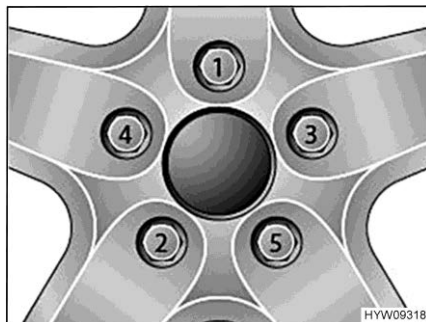

Fig. 232 Serraggio a croce di dadi delle ruote e bulloni delle ruote
- Serrare i dadi delle ruote o i bulloni delle ruote nell'ordine riportato in Fig. 232. A tale scopo, utilizzare una chiave dinamometrica e rispettare la coppia di serraggio indicata (vedi paragrafo 13.5.2).
- Controllare regolarmente il serraggio dei dadi o dei bulloni. Regolare il serraggio dei dadi delle ruote o dei bulloni delle ruote di una ruota sostituita dopo circa 50 km. A tale scopo, procedere seguendo l'ordine indicato in Fig. 232.
- Se si utilizzano cerchioni nuovi o riverniciati, regolare il serraggio dei bulloni o dei dadi dopo altri 1000 - 5000 km. A tale scopo, procedere seguendo l'ordine indicato in Fig. 232.
- ▷ Serrare a croce i dadi o i bulloni delle ruote (Fig. 232).